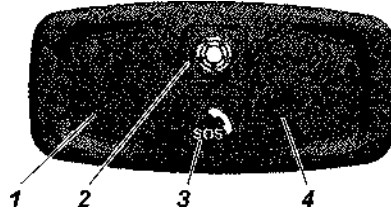

Рис. 3.6. Блок интерфейса пользователя:
- блок интерфейса пользователя (БИП) с кнопкой «SOS» 3 (рис. 3.6) находящийся на внутренней части крыши салона;
Индикатор устройства конструктивно совмещен с кнопкой экстренного вызова «SOS» 3 (рис. 3.6) и его индикация в зависимости от режимов работы УВ ЭОС приведена в таблице 3.1.